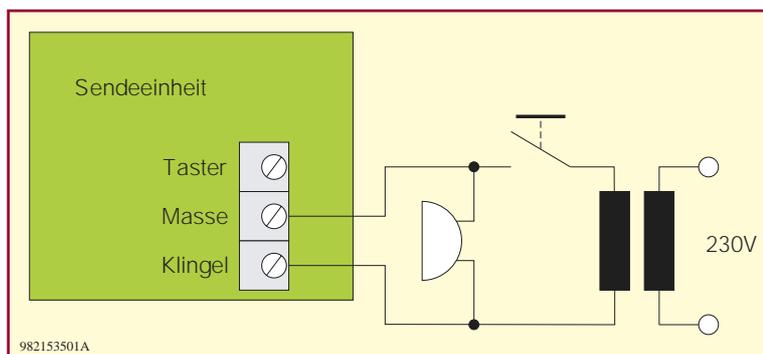

Bild 1:
1. Parallelschalten zur bereits vorhandenen Türklingel. Die Versorgungsspannung (Wechsel- oder Gleichspannung) der Türklingel beim Drücken des Klingeltasters wird ausgewertet und ein Sendevorgang gestartet (siehe dazu Abbildung 1). Bei Anlegen einer Gleichspannung ist der Pluspol mit der Klemme „Klingel“ und der Minuspol mit „Masse“ zu verbinden, während die Polarität beim Anlegen einer Wechselspannung keine Rolle spielt.